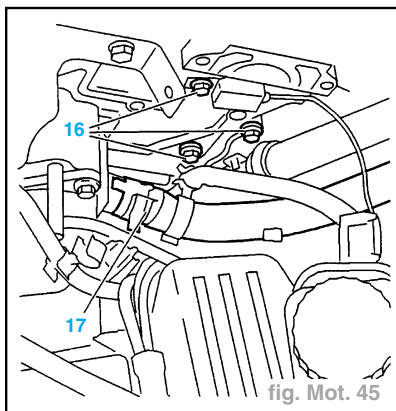

fig. Mot. 45
- Déconnecter les sondes de température (15).
- Déposer les 3 vis (16) (fils de masse) (fig. Mot. 45).